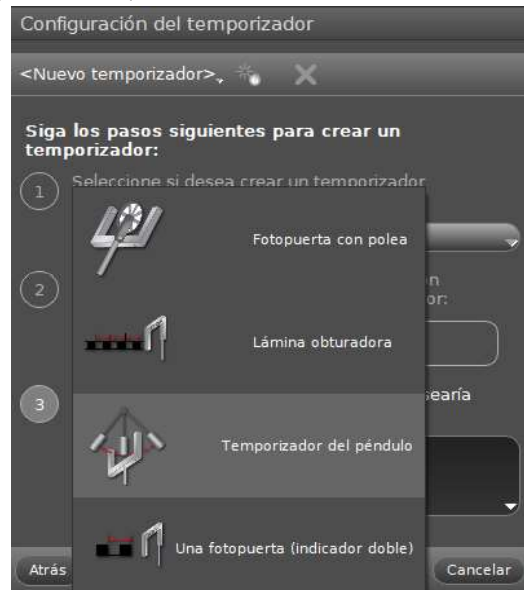

Figura No. 3
5. Dé un clic sobre **<Configuración del temporizador>** seleccione **<Siguiete>** hasta el paso 3 y escoja **<Temporizador del péndulo>** (Figura No. 3)
1. Realice el diagrama de cuerpo libre de la barra de metal en la posición que se muestra en la Figura No. 3. Considere a la barra como un cuerpo homogéneo.